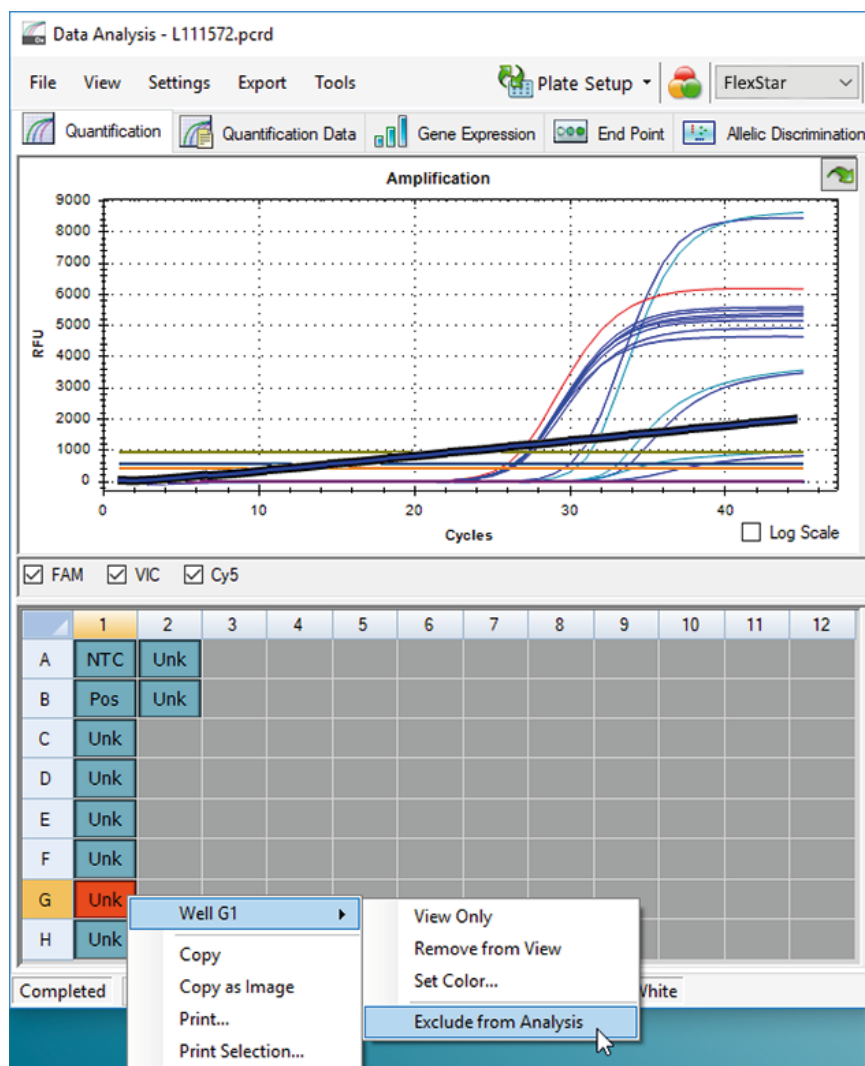

Figura 7: Ejemplo de ventana Data Analysis (análisis de datos): excluir pocillo del análisis
3. Haga clic en cada pocillo afectado con el botón derecho del ratón y seleccione **Well...** → **Exclude from Analysis** (pocillo... → excluir del análisis) (consulte la figura 7).